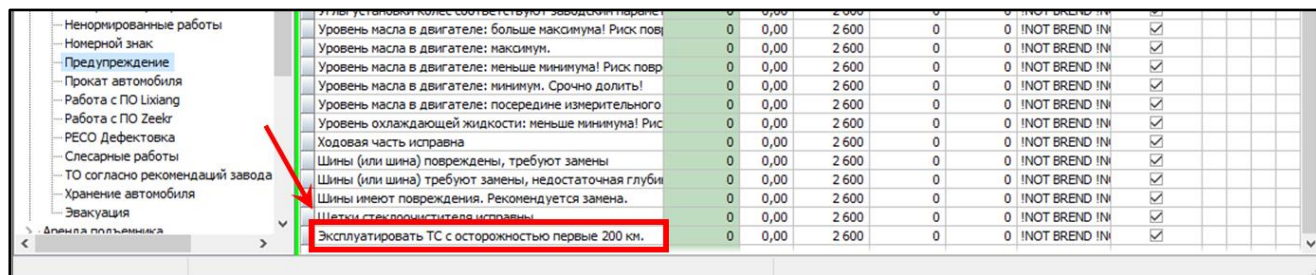

рис. 293
5.2. Оставьте клиенту предупреждение, выбрав **Эксплуатировать ТС с осторожностью первые 200 км.** (рис.293).